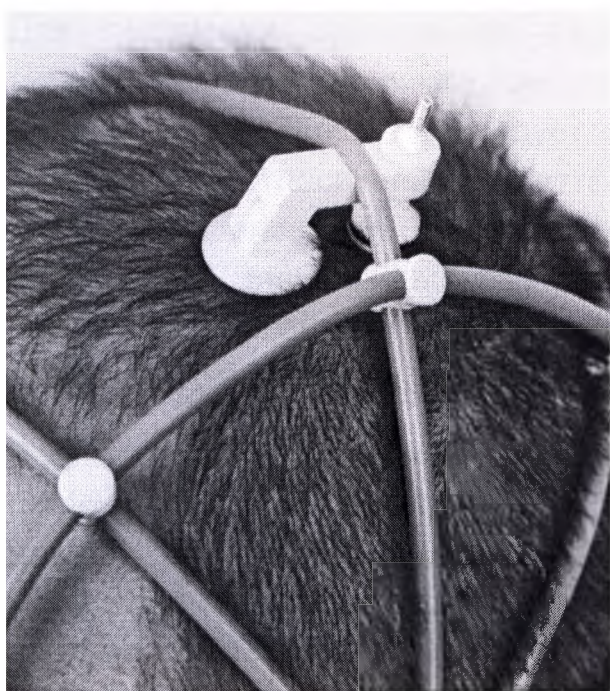
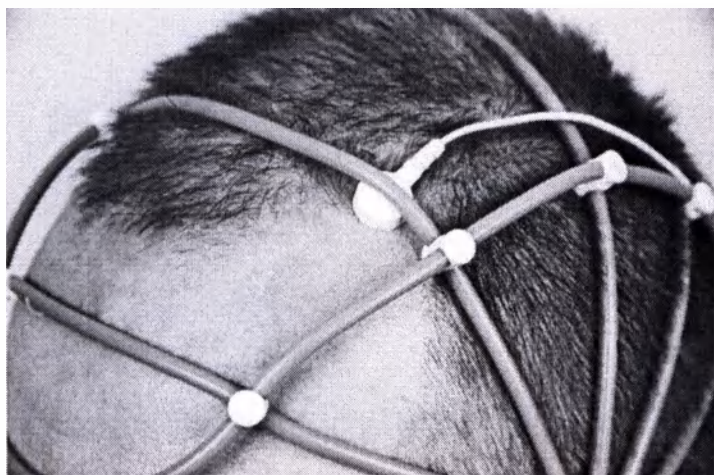

Рис. 1. Установка мостикового электрода ЭЭГ
Рис. 2. Установка чашечкового электрода ЭЭГ
3. Установите электроды на мостиковом креплении или чашечковые электроды на голове пациента, используя шлем-сетку (рис. 1, рис. 2).